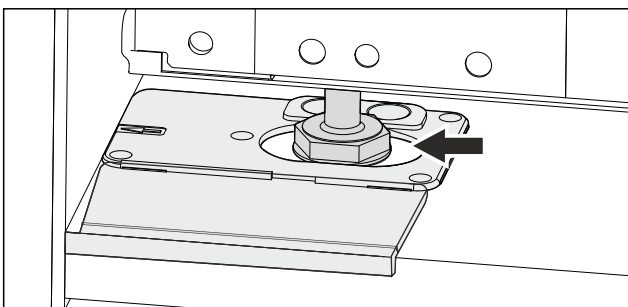

Fig. 51
- ▶ Poravnajte uređaj s pomoću podesivih nožica. Fig. 51 ()